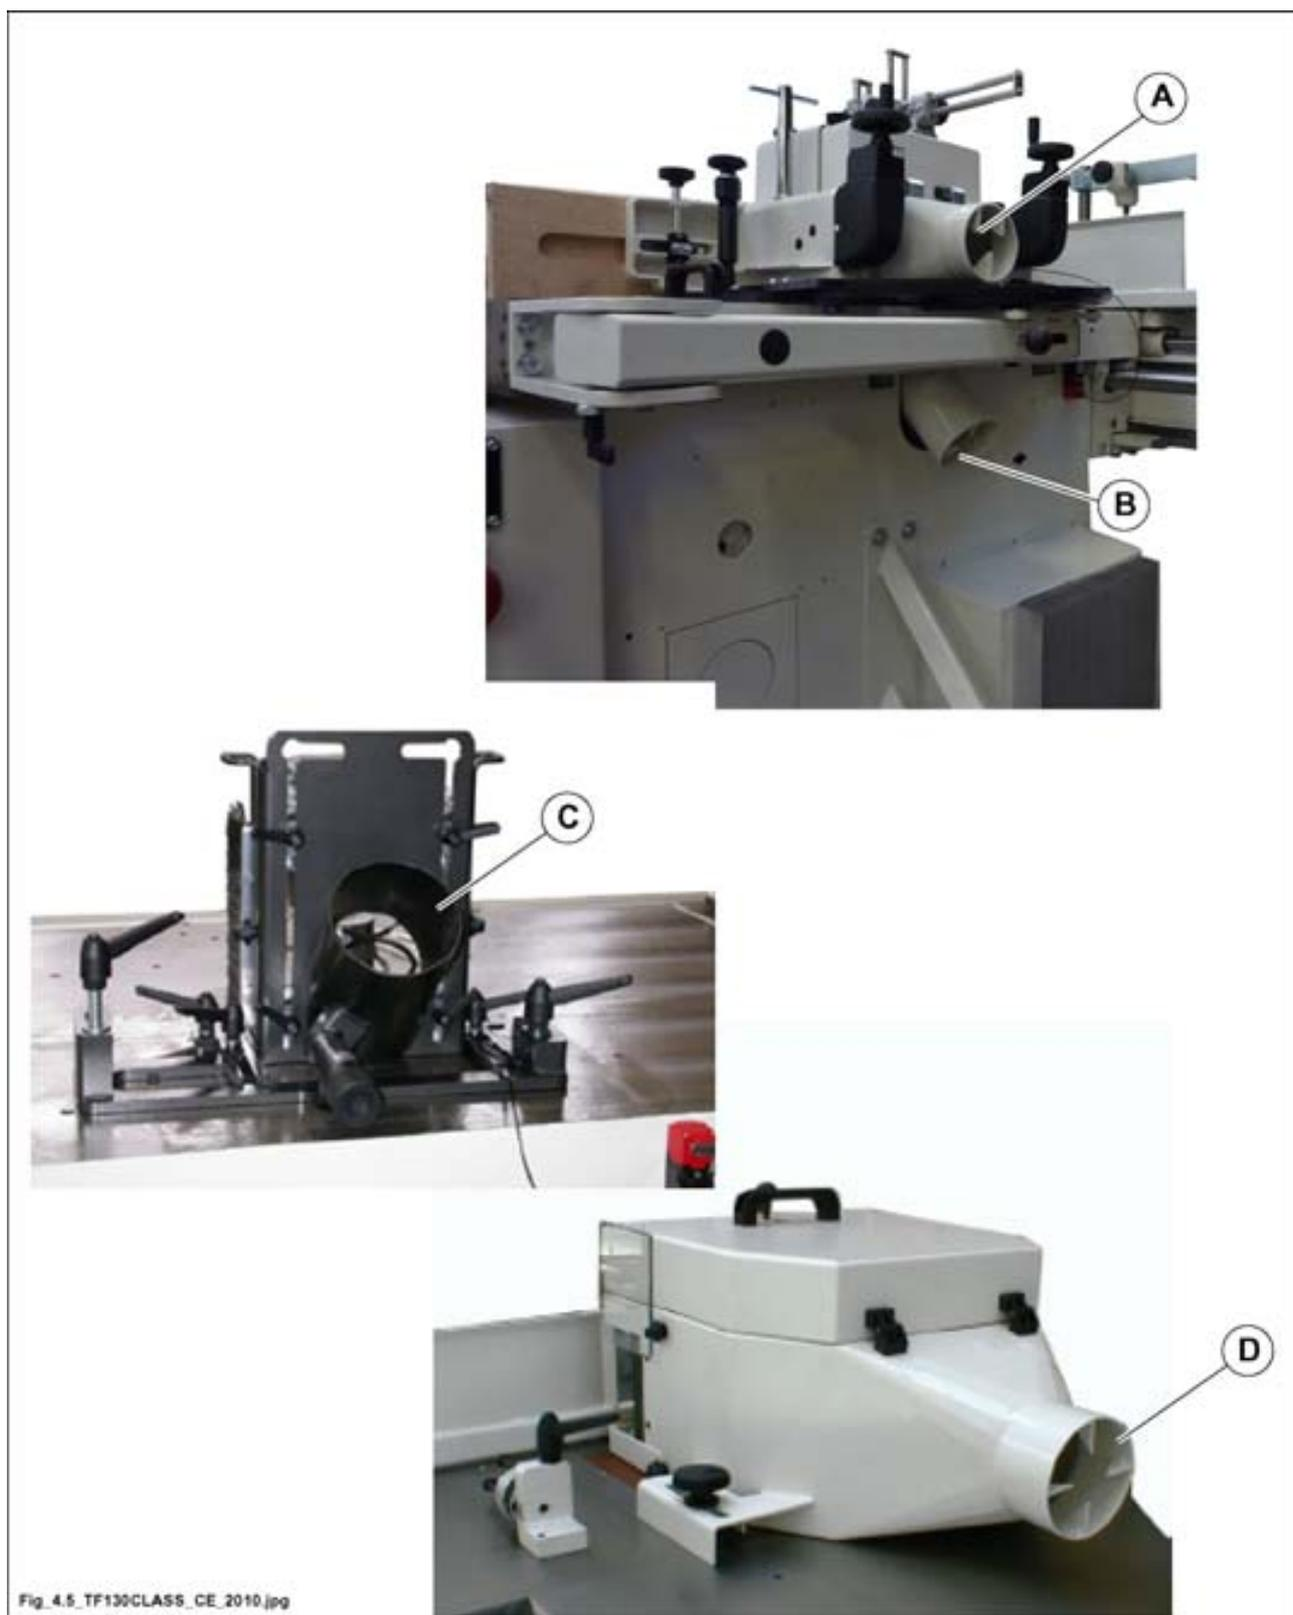

Fig. 4.5
Si la hotte d'aspiration (B fig. 4.5) est démontée, il est indispensable pour des raisons de sécurité de la remonter en utilisant les 4 vis appropriées.
- un à la bouche (A fig. 4.5) (815 m³/h) du guide à hotte.
- un à la bouche (B fig. 4.5) (815 m³/h) de la hotte sous la table
Lorsque l'on utilise la protection pour usinages de moulurage, débrancher de la bouche (A fig. 4.5) le tube d'aspiration et l'introduire dans la bouche appropriée (C fig. 4.5) de la protection.
Lorsque l'on utilise la protection pour usinages de tenonnage, débrancher de la bouche (A fig. 4.5) le tube d'aspiration et l'introduire dans la bouche appropriée (D fig. 4.5) de la protection.